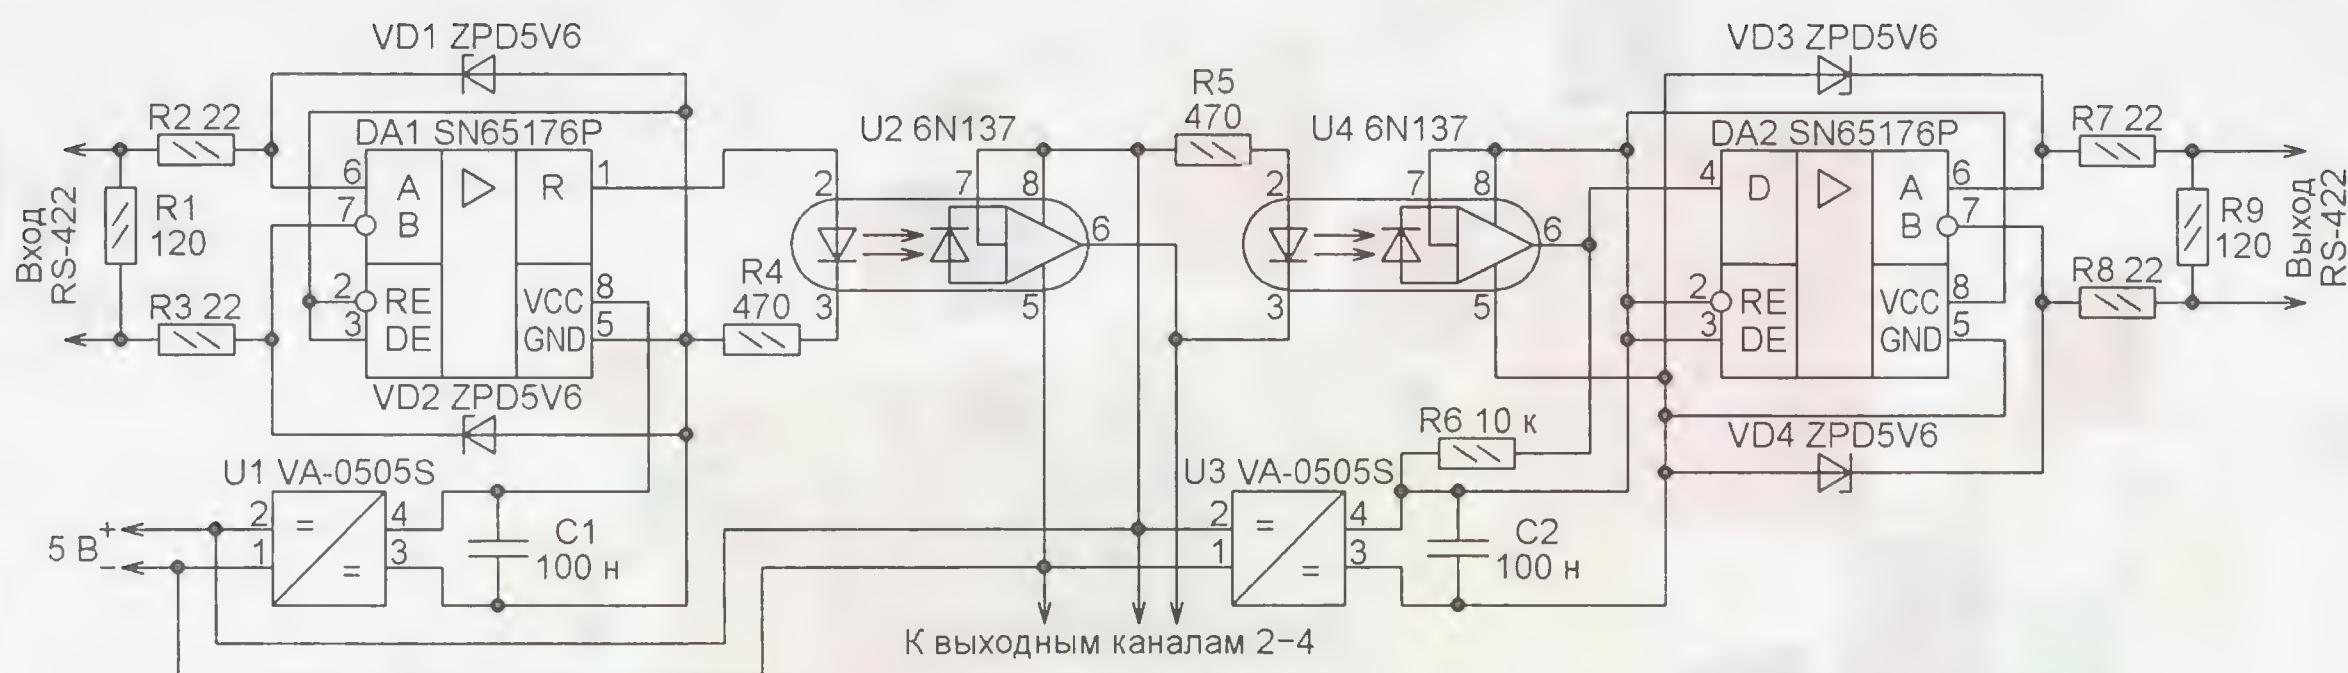

Рис. 8
**Разветвитель сигналов интерфейса RS-422 с оптической развязкой (рис. 8 <http://www.ulrichradig.de/home/index.php/dmx/dmx-splitter-booster>)** может обслуживать удалённую от управляющего устройства осветительную и звуковую аппаратуру. Его питают от автономного источника постоянного напряжения 5 В, например, от "сетевого адаптера". Полную электрическую изоляцию выхода от входа и их обоих от источника питания обеспечивают оптроны U2, U4 и изолирующие преобразователи постоянного напряжения (5 В в 5 В) U1, U3.